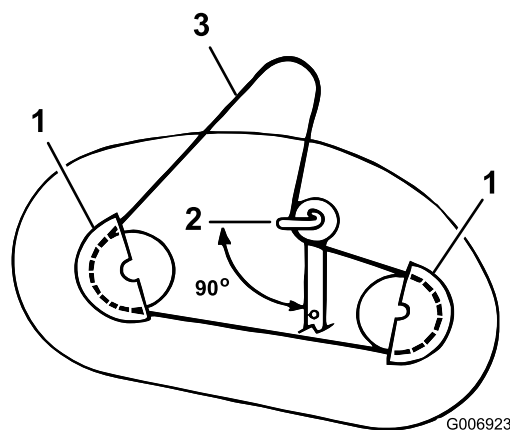

Figura 32
2. Togliete le viti di montaggio dai carter della puleggia ed i carter da entrambe le pulegge delle lame (Figura 32).
3. Allentate il bullone e il dado che fissano la puleggia folle e la guida della cinghia, senza toglierli (Figura 32).
2. Posizionate la guida della cinghia della puleggia folle in modo che sia rivolta verso sinistra, a 90° dal braccio del tenditore (Figura 32).
4. Montate i carter destro e sinistro delle pulegge con le viti di montaggio (Figura 32).